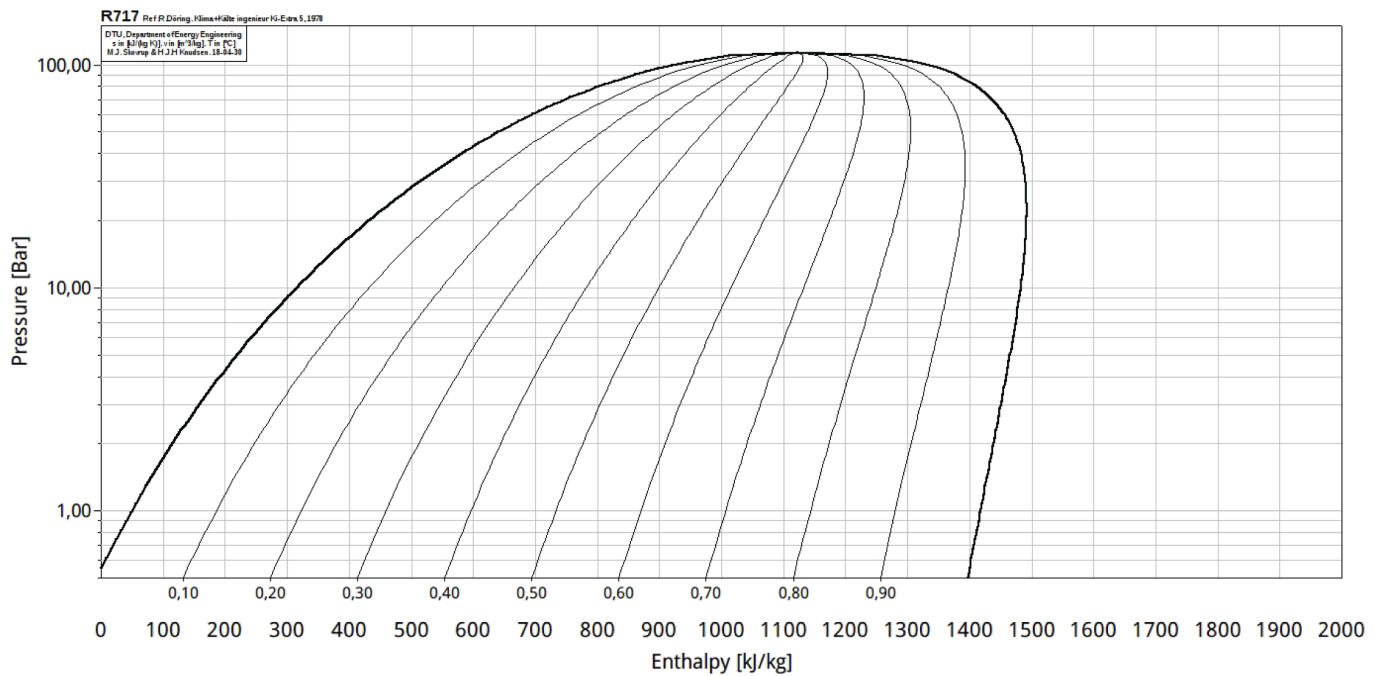

FIGURE 2 – Diagramme des frigorigères avec isotitres
- Les **isotitres** ($x_G = \text{cte}$), voir figure 2, n'existent que dans le domaine diphasé. Elles se rejoignent toutes au point critique. Elles sont graduées à leur intersection avec l'axe des abscisses.